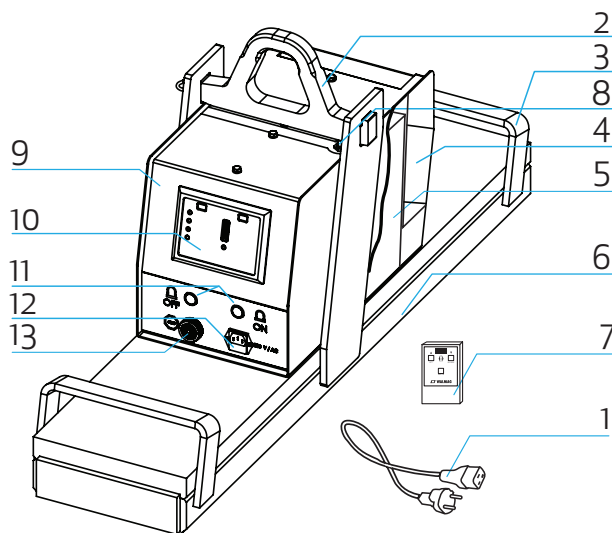

Figure 1 - Principales parties des aimants de levage
L'interrupteur de sécurité (pos. 8, figure 1) est situé sous l'anneau de levage et assure la sécurité de l'opérateur. L'interrupteur de sécurité empêche la désactivation de l'aimant après le soulèvement de l'anneau de levage.
L'avertisseur sonore (pos. 13, figure 1) est situé sur le couvercle avant à gauche, sous les boutons, et a les fonctions suivantes: